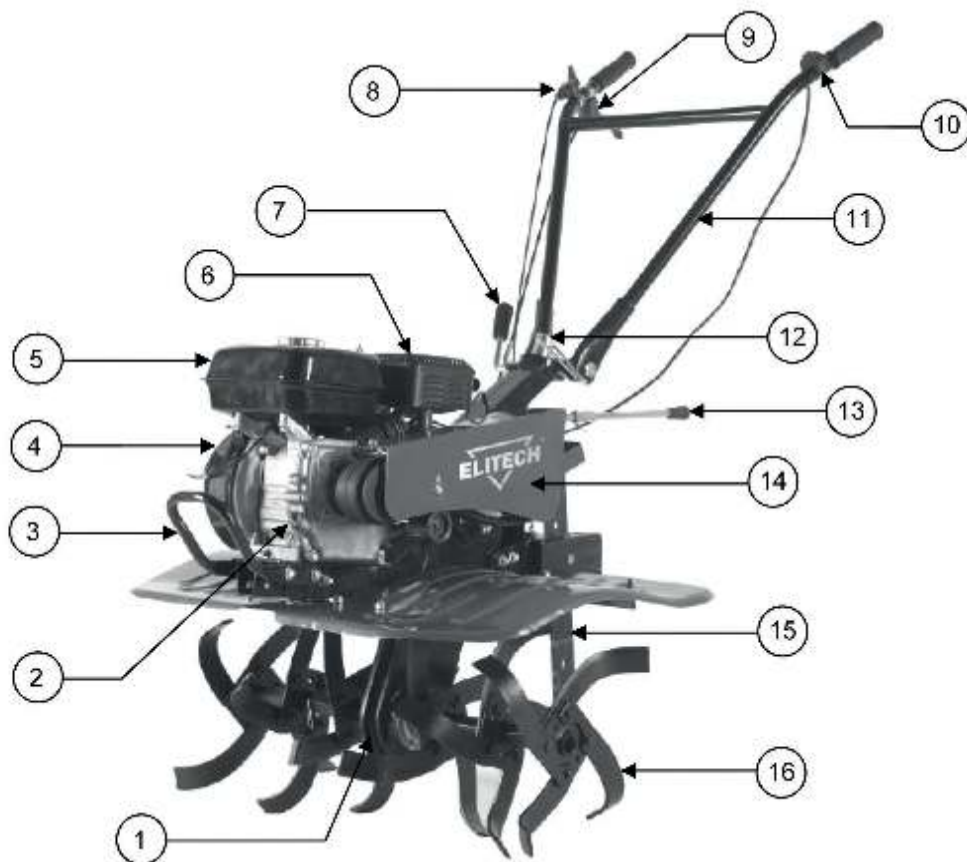

Рис. 1
6. Установите на мотоблок защитные крылья фрез (Рис. 3). Для этого установите на мотоблок кронштейны крыльев 11 (Рис. 1). Короткий кронштейн устанавливается спереди, длинный сзади. На кронштейны крыльев с помощью 4 болтов и гаек с каждой стороны установите защитные крылья.